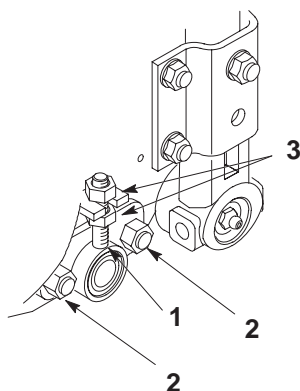

図 5
6. ベッドバー・アジャスタをカuttingユニットのサイド・プレートに固定しているロックナット（2個）をゆるめる（図5）
7. ベッドバー・アジャスタを上または下に動かして調整する。ベッドナイフとリールが最初に触れ合ってから2ノッチ以内で、ベッドナイフの全長にわたって紙がきれいに切れるように調整する（図5）